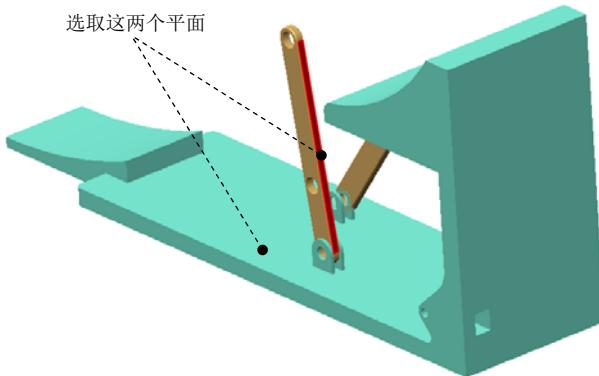

图 9.5.10 创建销 (Pin) 连接
(4) 设置旋转轴参考。在 **放置** 界面中单击 **旋转轴** 选项，分别选取图 9.5.10 中的两个平面为旋转轴参考。